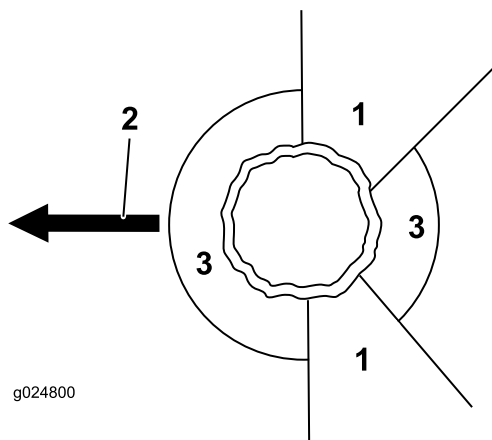

Figura 17
- Determine una vía de escape despejada y segura para retirarse de la zona de peligro, consulte Figura 17.